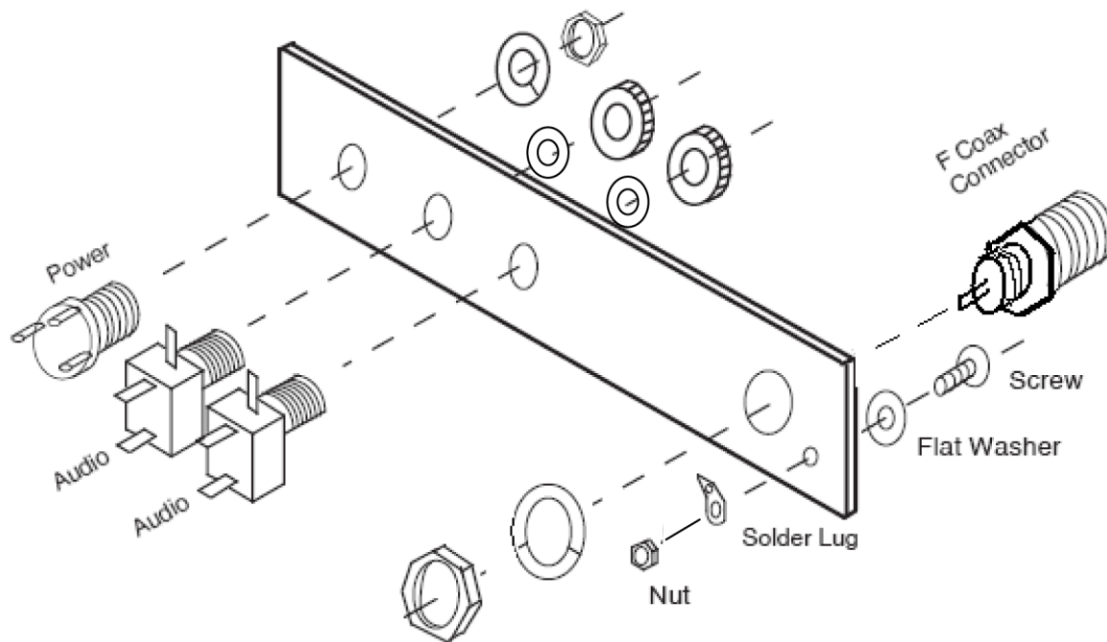

Figura 8. Conjunto del panel trasero
3. Monte el conector de alimentación, dos conectores de audio, conector de antena, y una terminal de soldadura para el panel trasero (Figura 8). Los conectores de alimentación y de audio se transmiten a través del panel de "adentro" con arandelas y tuercas situadas en el lado calcomanía del panel. El conector F coaxial se inserta desde el lado de la etiqueta con la arandela y la tuerca en el interior. Apretar las tuercas firmemente con una llave inglesa o alicates.